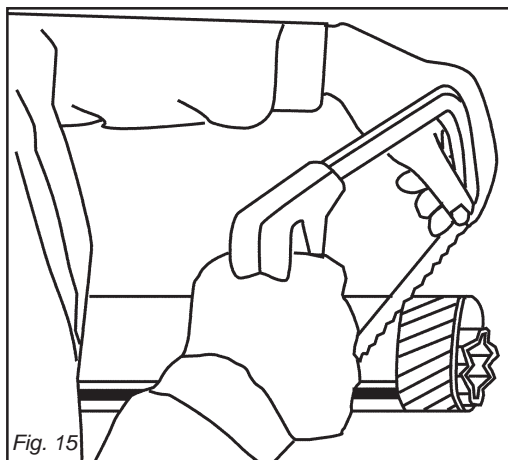
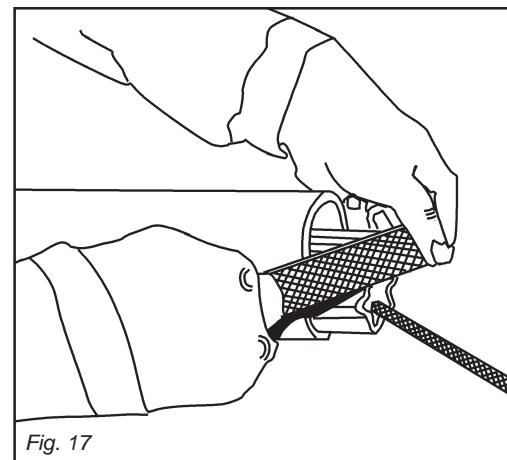
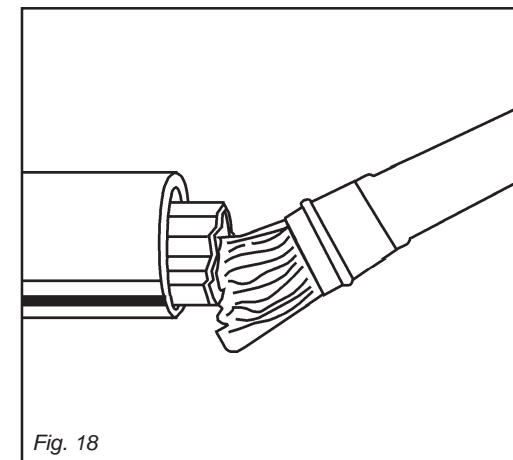

Fig. 15
Fig. 17
Fig. 18
- Accorciare i tubi scorrevoli di una stessa lunghezza (Fig. 15 e 16), sbavare e pulire (Fig. 17) e ingrassare l'interno del tubo esterno (Fig. 18).
- Shorten the sliding tubes by the same extent (Fig. 15 and 16), deburr and trim (Fig. 17), then grease the inside of the outer tube (Fig. 18).
- Raccourcir les tubes coulissant de la même longueur (Fig. 15 et 16), ébavurer et nettoyer (Fig. 17) puis graisser l'intérieur du tube extérieur (Fig. 18).